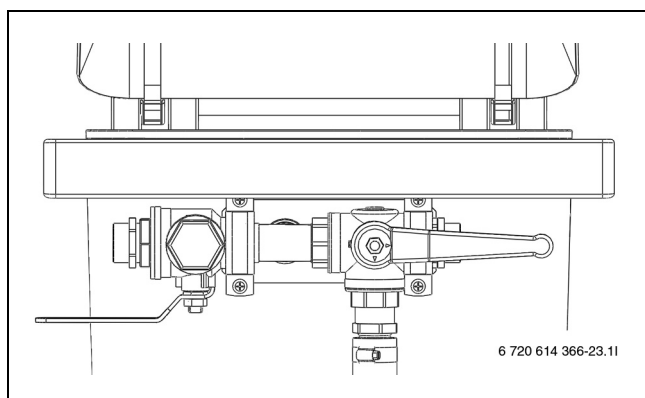

Рис. 29 Станция в положении заполнения
- ▶ Установите краны на станции в положение заполнения и заполните контур рассолом (→ рис. 29).